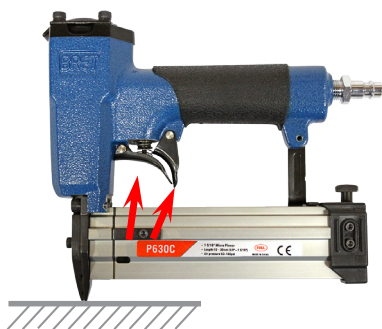

Рис. 6
- Нажимайте на блокиратор курка средним или безымянным пальцем, а затем на курок пистолета указательным (Рисунок 6).